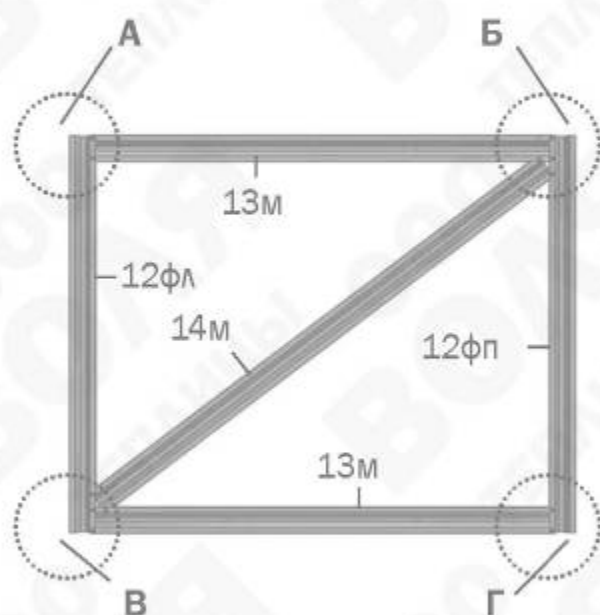

Рис. 13
детали 4 - см. **Рис.4**детали 2 - см. **Рис.6**детали 12...14 (дверь и форточка) - см. **Рис.13,14**А
2. Первоначально надо раскроить лист покрытия для торцов. Для этого соберите двери, форточки (**рис.13, рис.14**) и половину торца из деталей дуг **4ВК, 4НК** и прямолинейных деталей **1, 8П, 11-1, 11-2П, 21П, 9-1П, 9-2П**, временно закрыв загнутые концы деталей **11-2** на отверстия дуги. Не снимая защитной пленки с поликарбоната, разметьте места расположения деталей на листе покрытия в соответствии с **рис. 3 и рис. 4**